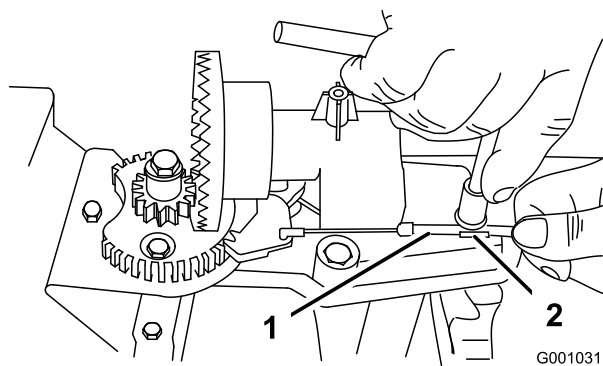
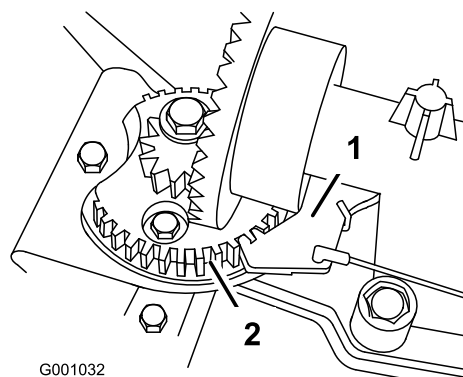

Figura50
Figura51
2. Slăbiți șurubul de pe clemă de cablu (Figura50).
3. Prindeți conducta de cablu și mutați-o spre partea din față a mașinii până când opritorul jgheabului de descărcare este cuplat complet în dinții angrenajului (Figura50 și Figura51).
Notă: Opritorul este reglat cu arc și se va deplasa în mod normal în dinții angrenajului (Figura51).